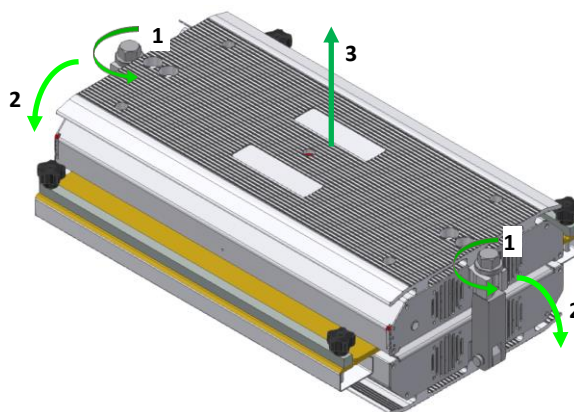

Fig. 8.4-1 - Ouverture de la presse
- À l'aide de la clé à cliquet fournie, desserrez les écrous de blocage de la presse, un de chaque côté (réf. 1, Fig. 8.4-1) ;
- Retirer les goupilles du logement (réf. 2, Fig. 8.4-1) ;
- Soulever la plaque supérieure de la presse (réf. 3, Fig. 8.4-1) ;